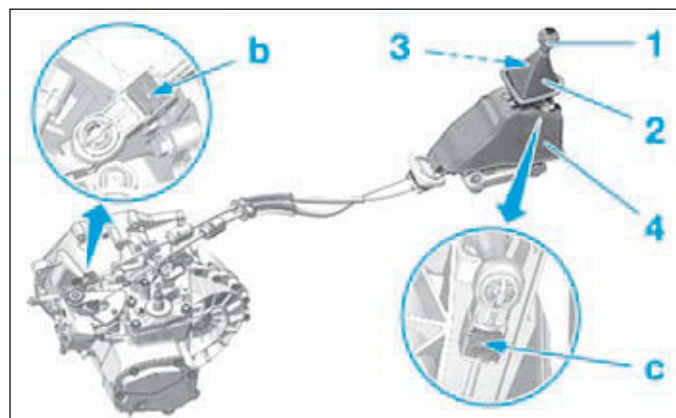

FIG. 18
- le pommeau de levier de vitesses (1) (Fig. 18),
- le soufflet (2),
- le verrou de marche arrière (3),
- le boîtier acoustique (4),